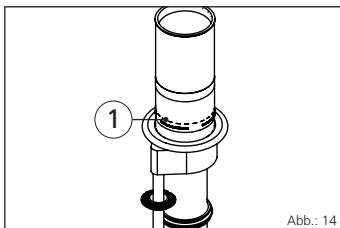

Abb.: 14
- Auf der ESH Basic-FUBO-E befindet sich eine Kennzeichnung/Markierung „**Oberkante Rohfußboden**“ (siehe Abb.: 14).
Legende zu Abb.: 14